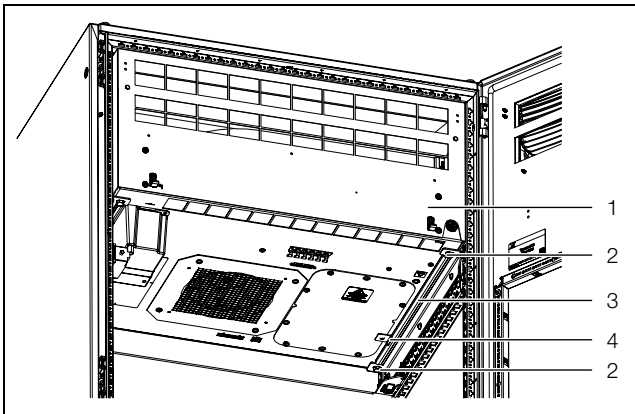

Bild 27: Fastsättning av kylaggregat
- Lossa två fastsättningskruvar både på höger och vänster sida (bild 27, pos. 2), dessa fäster kylaggregatet i profilskenorna.